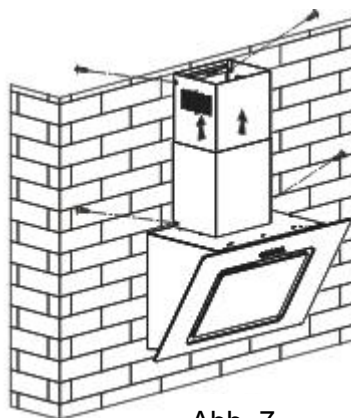

Abb. 7
7. Stellen Sie die Höhe des Innenabzugs auf die Position der Innenabzugshalterung ein und befestigen Sie ihn mit 2 Stück ST4*8 mm Schrauben daran. Befestigen Sie den Außenabzug mit 2 Stück ST4*8 mm Schrauben am Haubenkörper. Siehe Abb. 7.